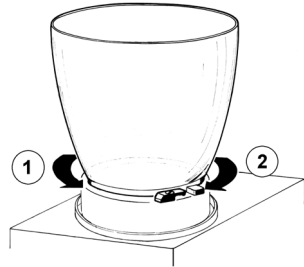

Bild 2
4 Entfernen Sie den Behälter, indem Sie ihn (1) entgegen dem Uhrzeigersinn drehen (siehe Abbildung 2).
2 Montieren Sie die Dichtung in ihren Sitz auf dem Behälter. Montieren Sie den Behälter, indem Sie ihn im Uhrzeigersinn (2) drehen. Feuchten Sie die Dichtung mit Wasser an, um diesen Vorgang zu erleichtern (siehe Abbildung 2).